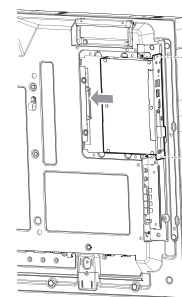

Figura 2
- Inserire la scheda opzionale nel monitor (**Figura 2**).